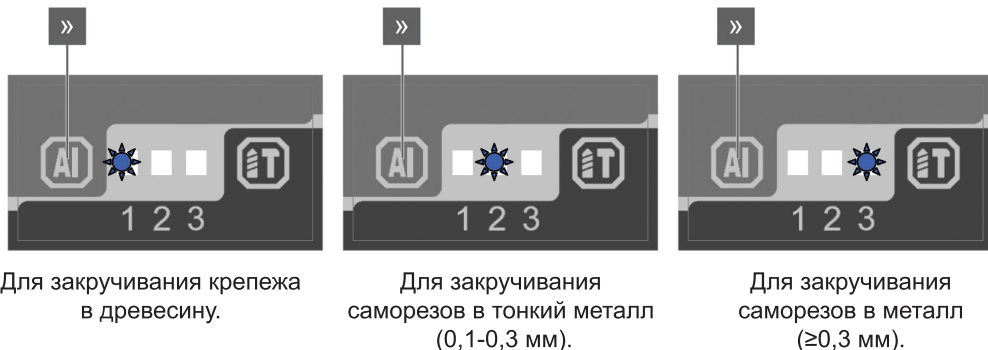

Рис. 6
- Установите один из трёх режимов, в зависимости от вида планируемой работы (рис. 6).